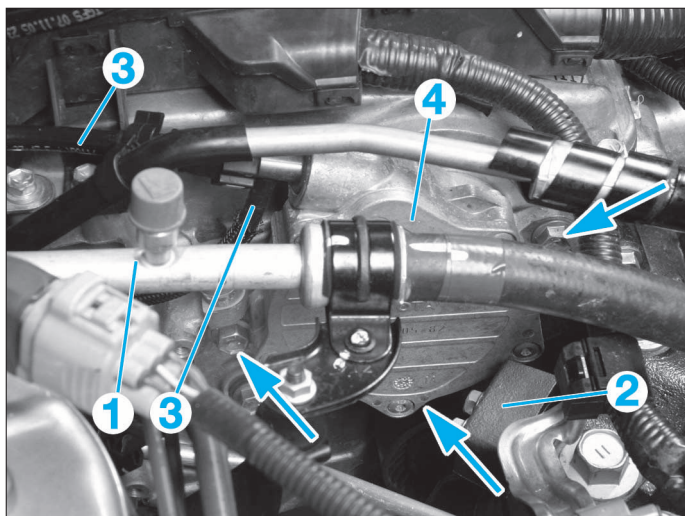

FIG. 19
- Détacher le tuyau de climatisation (1) brancher le connecteur du filtre à carburant (fig. 19).
- Déposer l'amortisseur (2) du silentbloc de support moteur droit (2 vis).
- Débrancher les 2 durits (3) de la pompe à dépression.
- la pompe à dépression (4).